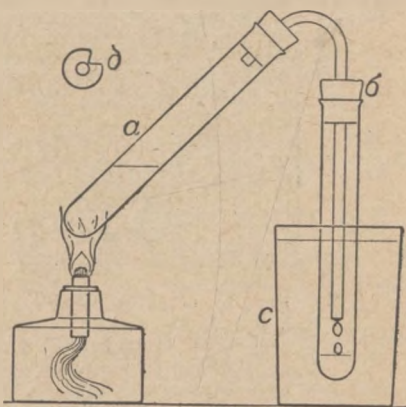

Рис. 13. Простейший прибор для перегонки воды.
*Задача 9.* Профильтруйте немного заготовленной преподавателем мутной и окрашенной воды в пробирку. Удержал ли фильтр краску? (10)
**Задача 10.** Налейте немного профильтрованной воды в пробирку и соберите прибор, как на рис. 13 (о самостоятельной сборке приборов можно прочитать в дополнении, в конце книги).